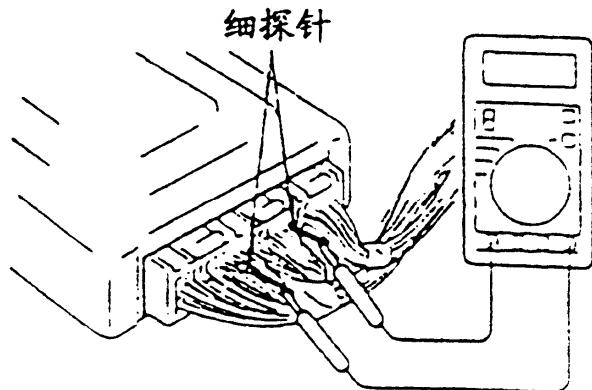

图 3-8 端子电压检查
- (1) 将针状探针（测试线：MB991223）接到电压表的探针上。
- (2) 如图 3-8 所示，将针状探针插到 ECU 各接头的端子（自线束侧）内，并参照检查